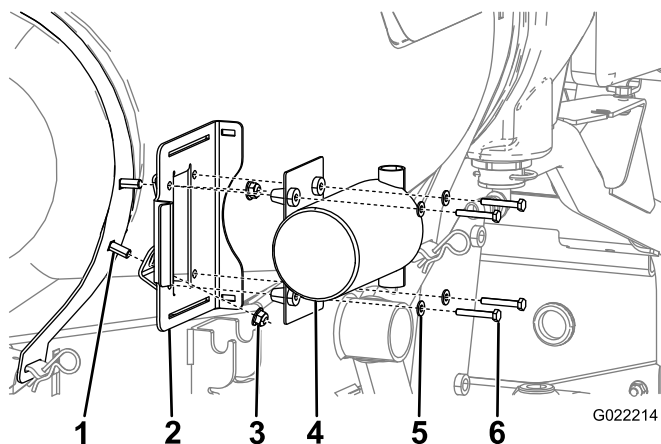

Figura 9
4. Utilizzando 2 dadi flangiati fissate la staffa di montaggio della pompa di lavaggio ai bulloni a testa tonda montati in precedenza (Figura 9).
6. Fissate la pompa al telaio mediante 4 bulloni e 4 rondelle piccole (Figura 9).